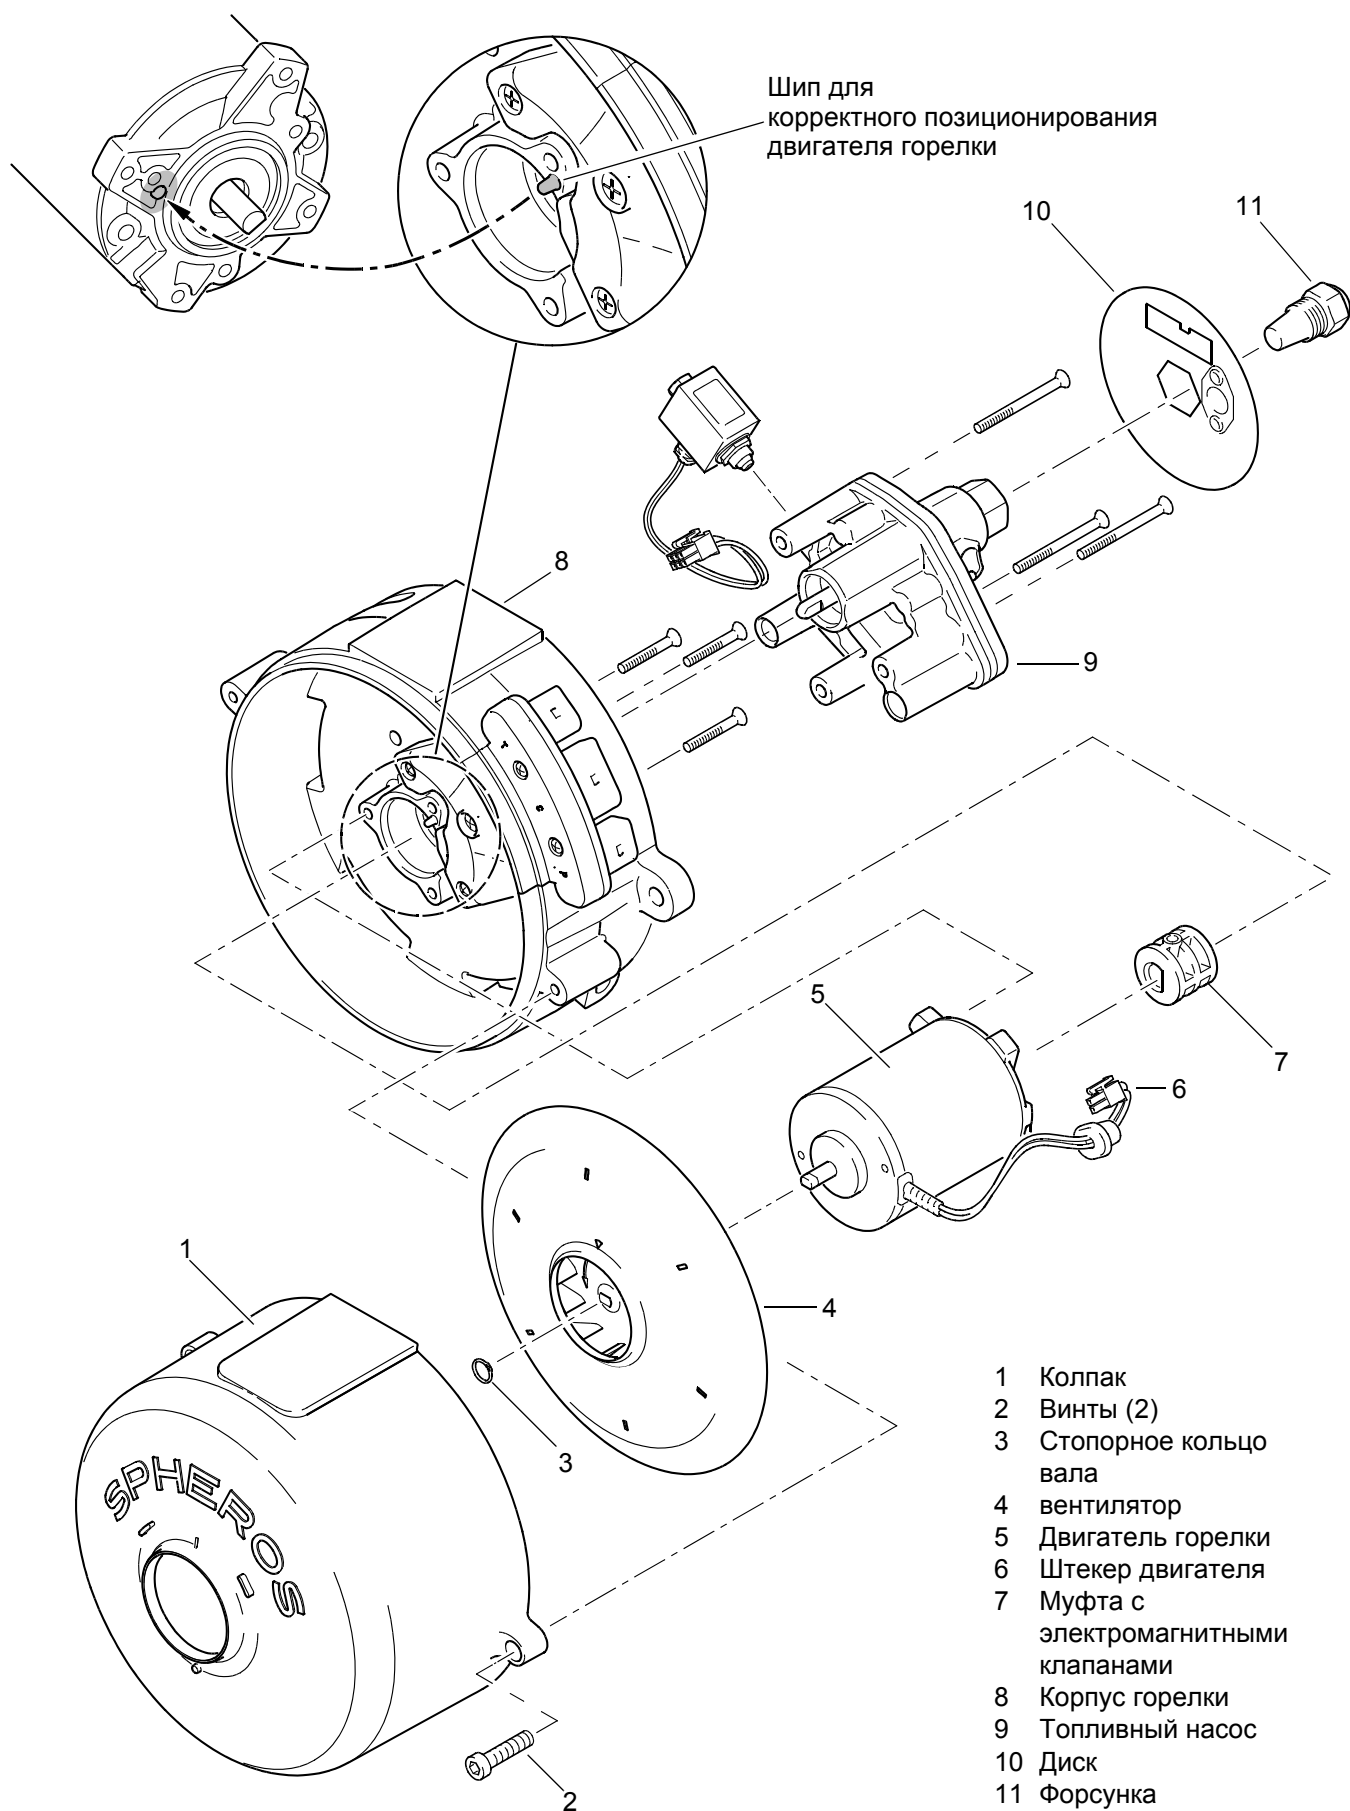

Рис. 803 Демонтаж и установка двигателя горелки
4. Отсоединить штекер двигателя горелки (6, Рис. 803) от блока управления.
6. Снять колпак (1).
7. Снять вентилятор (4). Для этого удалить стопорное кольцо вала соответствующими клещами
1. Установить двигатель (5, Рис. 803) (шип на корпусе и отверстие во фланце двигателя).
2. Привинтить двигатель (5) тремя винтами с потайными головками М5х35 (5 +1 Нм).
3. Привинтить вентилятор (4). Закрепить стопорное кольцо вала соответствующими клещами.